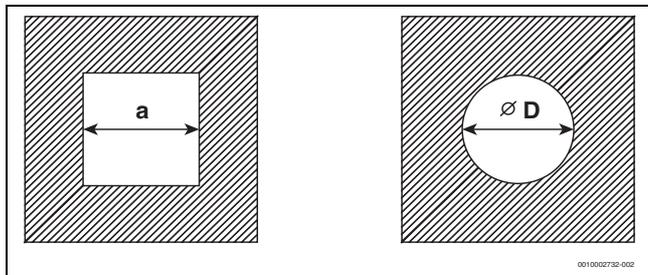

Fig. 5 Section rectangulaire ou ronde
- ▶ Vérifier si les dimensions autorisées du conduit sont respectées pour le cas particulier prévu. Si les dimensions  $a_{\min}$  ou  $D_{\min}$  **ne sont pas atteintes**, l'installation **n'est pas autorisée** (→ fig. 5 et tabl. 7).